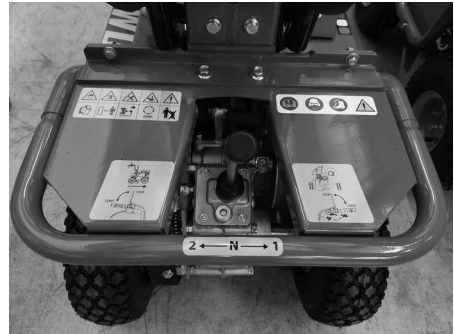

Abbildung 3
- Stellen Sie vor dem Verlassen der Maschine den Gangwahlhebel auf Neutral (Abb. 3) und stellen Sie den Motor ab, indem Sie den Schalter auf Position 0 stellen.
Mit diesem Hebel kann die Fahrrichtung der Maschine ausgewählt werden (vorwärts, rückwärts) (Abb. 3).
- Bewegen Sie dann den Gangwahlhebel (Abb. 3) in die Position 1 oder 2.